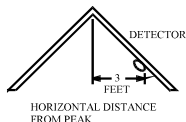

Figura 5: Local recomendado para montar detectores de fumaça em dormitórios com teto inclinado, a duas águas ou convexo.
- ◆ Se alguma das suas habitações tem tetos inclinados, convexos ou a duas águas, procure montar os detectores a 0.9 metros do ponto mais alto do teto, medidos horizontalmente, como se sugere na Figura 5.